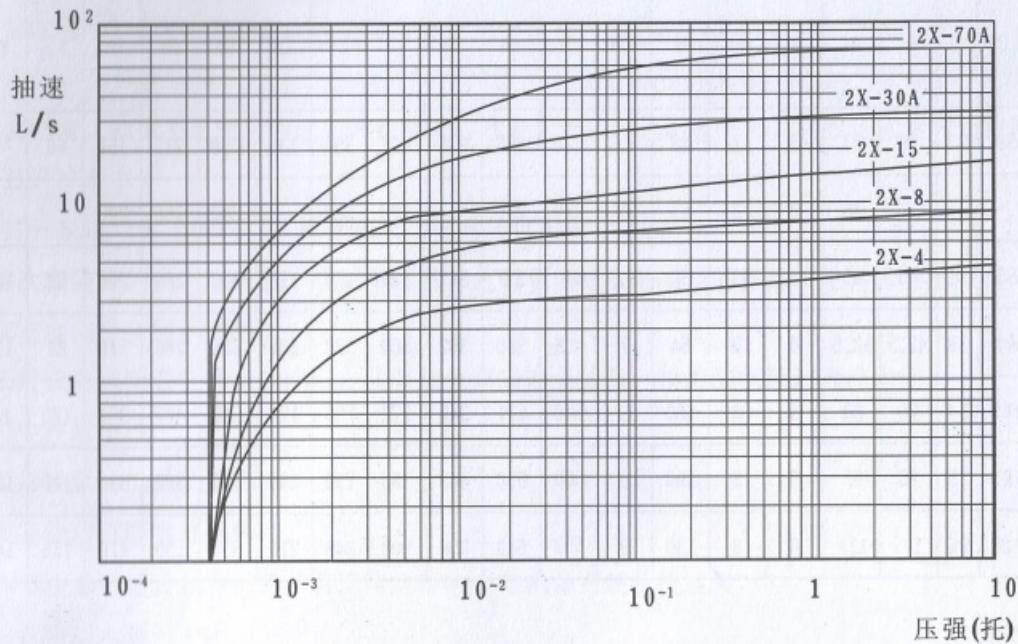

图 4
(2) 抽速是根据几何尺寸算出的在大气压强J时, 实际抽速与几何抽速基本相符合, 在各种不同的压强时, 抽速有一定下降, 抽速与压力关系见图4。
(3) 温升是指泵温稳定后, 在排气阀门处的油的温度与室温之差。
(4) 型号表示方法, 列2X-1, 2代表双级泵, X代表旋片式真空泵, 一横线后面的数字代表每秒钟的抽速。
被抽容器的气体量应与泵的抽速相适应，泵的抽速关系见图4。在泵与被抽容器之间建议装上一个真空阀，以便控制气体流量。对于2X-2以下的泵并建议装上一个放气阀(或电磁阀)以便停车时对泵放气。2X-4以上的泵可以不装放气阀也能防止返油以及容易起动。
22、装配前应清洗干净并烘干，按图4进行装配，先装高真空端，将弹簧转片托起装入高转子内，然后放进高真空室，装上前端板，再装定位销钉，均匀拧紧螺钉，装配后应保证转动灵活轻松，均匀一致。然后再装低真空转子及后端盖，低转片的槽应向后端板一边。再装排气门，排气阀片应贴紧阀板坐，再装其它零件。